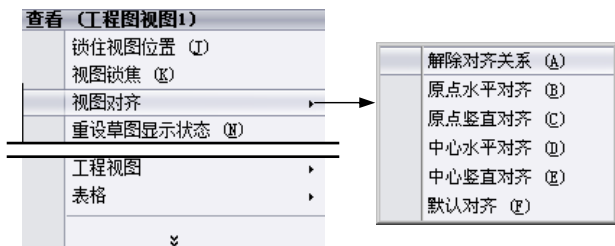

图 6.3.8 解除对齐关系
的视图并右击，在弹出的快捷菜单中依次选择 **视图对齐** → **解除对齐关系 (A)** 命令（图 6.3.8），可移动视图至任意位置。当用户再次右击选择 **视图对齐** → **中心水平对齐 (H)** 命令时，被移动的视图又会自动与主视图沿中心线对齐。